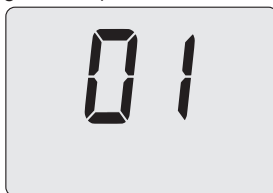

Figura 5.58
- Premendo il tasto 17 (Figura 5.55) sul display LCD appare il valore del parametro P05 (Figura 5.58).